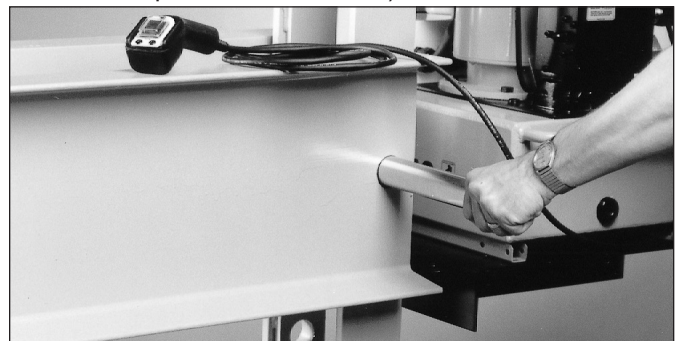

Figura 9
9. Continúe bombeando el gato de elevación del banco hasta que el agujero más bajo del banco de la prensa se alinee con el agujero en el bastidor de la prensa. El agujero más bajo del banco de la prensa siempre estará en el lado opuesto de la prensa desde la cadena de elevación. Inserte el pasador del banco. Consulte la Figura 9. *(Si está bajando la prensa, abra lentamente la válvula de alivio en el gato, bajando el banco de la prensa hasta que el agujero más bajo del banco de la prensa se alinee con el agujero en el bastidor de la prensa. Cierre la válvula de alivio e inserte el pasador del banco.)*